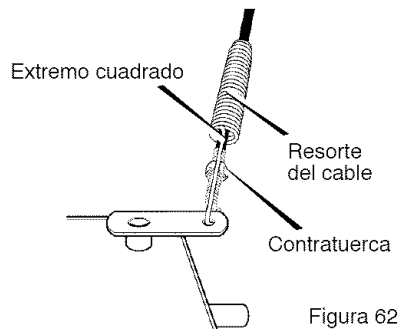

Figura 62
3. Meta el cable por el resorte hasta exponer la porción roscada del cable (Figura 62).